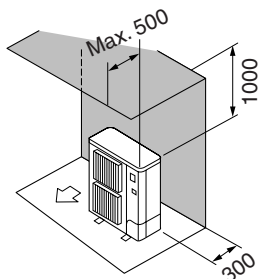

Fig. 2-3
- ② Alleen obstakels aan de achter- en bovenzijde (Fig. 2-3)